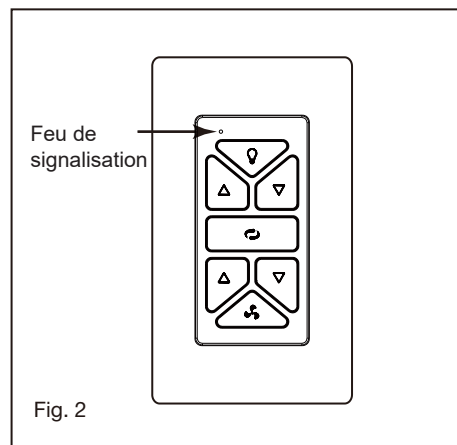

Fig. 2
REMARQUE : Le couvercle décoratif fourni avec votre ventilateur peut remplacer le bloc DEL si vous préférez ne pas utiliser la fonction d'éclairage. Ce cache n'est pas essentiel au fonctionnement de la lumière ; vous pouvez le garder pour une utilisation ultérieure. (Fig. 2)
- 2 Placez le berceau A dans la plaque murale. (Fig. 2)
- 6** Feu de signalisation (Fig. 2)